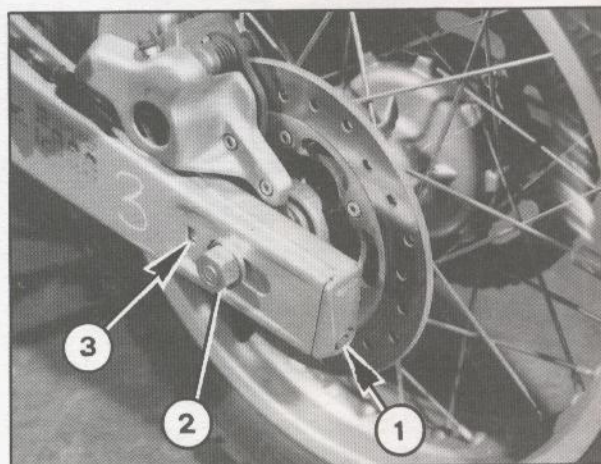

Fig. 24
RIMOZIONE RUOTA (Fig. 24)
REMOVING THE WHEEL (Fig. 24)
- Allentare il perno di fissaggio ruota (2 Fig. 24).
- Ruotare in un senso o nell'altro le viti di registro (1 Fig. 24) fino a ottenere la giusta tensione.
- Loosen the wheel anchoring pin (2 Fig. 24).
- Rotate the adjustment screws in one direction or the other (1 Fig. 24) until the correct tension is obtained.
Per verificare ciò, è sufficiente che il numero che si legge dalla finestrella (3 Fig. 24) sia sempre lo stesso da ambedue le parti del forcellone.
- Serrare a fondo il perno di fissaggio ruota (2 Fig. 24).
To check that the wheel is centered, check that the number which can be seen through the window (3 Fig. 24) is the same on both sides of the fork.
- Screw the wheel anchoring pin down as far as it will go (2 Fig. 24).